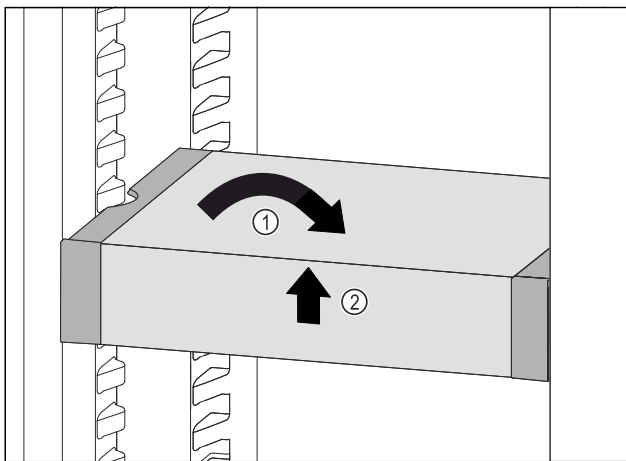

Fig. 91
- ▶ 将 VarioSafe 放平。 Fig. 91 (1)
- ▶ 抬起 VarioSafe 前部。 Fig. 91 (2)